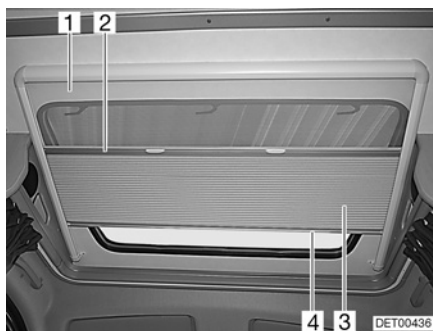

Bild 32 Takfönster
Plisségardin Plisségardinen (Bild 32,3) och insektsskyddet (Bild 32,1) är fastsatta i varandra.
- Ta tag i mitten på plisségardinens kantlist (Bild 32,4) och dra försiktigt ned den.
- Håll i plisségardinens kantlist (Bild 32,4) och drag sakta tillbaka den.
- Ta tag i mitten på insektsskyddets kantlist (Bild 32,2) och dra försiktigt ned den.
- Håll i insektsskyddet vid plisségardinens kantlist (Bild 32,4) och drag sakta tillbaka det.